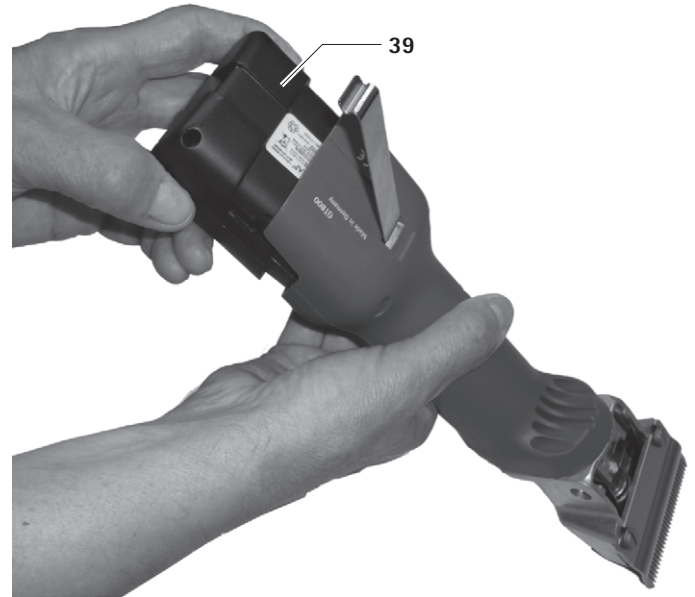

Fig. 2
- Retirer l'accu Li-ion **39**, le charger et/ou insérer un accu Li-ion GT801 de rechange dans la tondeuse à accu **g**, voir Fig. 2.